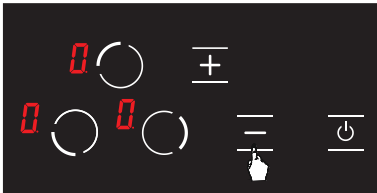

Abbildung 26
3. Berühren Sie erneut die Taste **-**. (siehe Abb. 26) Dies sollte unmittelbar nach Schritt 2 erfolgen. Die Kindersicherung ist dauerhaft inaktiv. Selbst wenn das Produkt aus- und wieder eingeschaltet wird, bleibt die Kindersicherung weiterhin passiv.